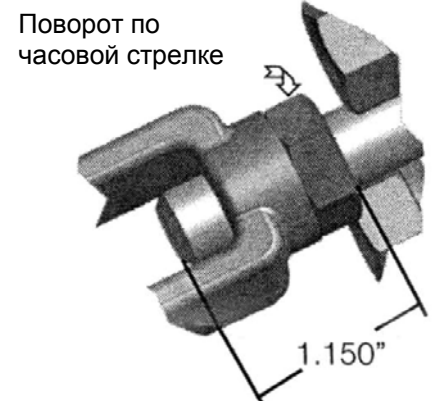

Рис. 3 Принадлежность исполнительного механизма
- Произведите повторный монтаж скобы к исполнительному механизму, как показано на рис. 3.
- Проверните скобу, поворачивая по часовой стрелке. Затяните стопорную гайку. См. рис.3.